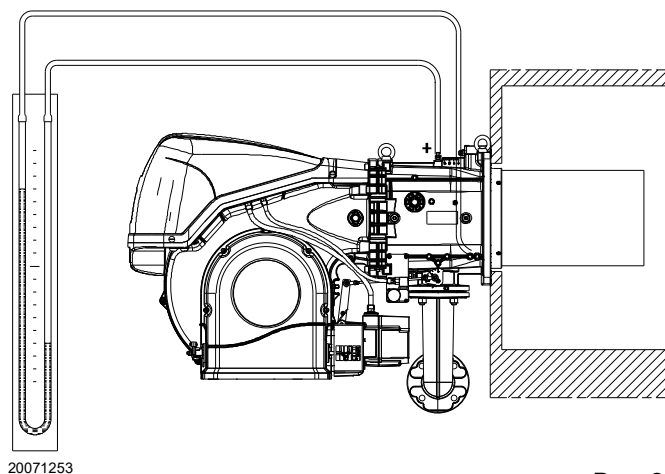

Рис. 23
- Соедините U-образный манометр или дифференциальный манометр (Рис. 23) со штуцером (+) замера давления газа на патрубке, а (-) с камерой сгорания.
Поступление газа на патрубок определяется по U-образному манометру (Рис. 23).
Приблизительное значение можно получить из Табл. I на стр. 23. Для этого достаточно считать давление газа на U-образном манометре (см. Рис. 23 на стр. 25) и следовать указаниям.